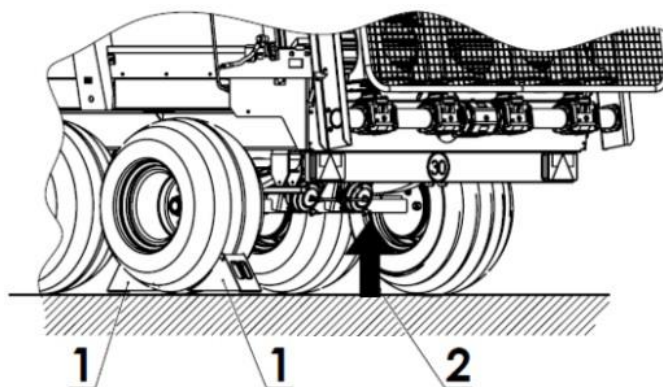

Рисунок 33-й Точки установки домкратов:
Если необходимо демонтировать колесо, используйте точки установки домкрата (2) под ось. Место установки домкрата показано на рис. 33. Упоры (1) следует подкладывать только под одно колесо.